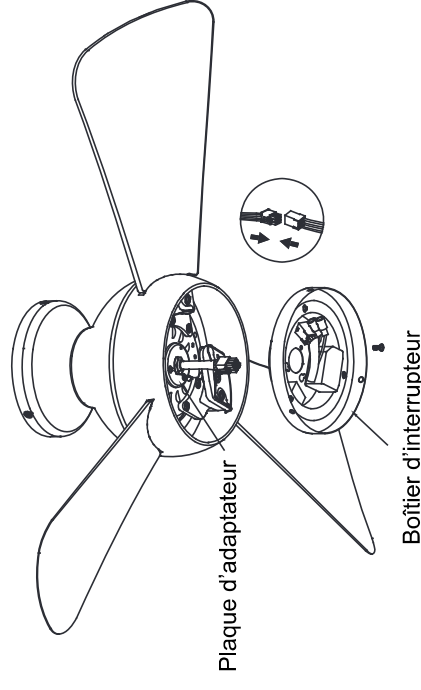

Fig. 13
Étape 3. Retirer une des 3 vis de la plaque d'adaptateur de la partie inférieure du moteur et la conserver pour usage ultérieur. Dévisser légèrement les deux vis qui restent. Placer le connecteur du moteur à travers le trou central du boîtier de l'interrupteur. Mettre en prise le connecteur 9 broches de l'interrupteur et le connecteur du moteur. Les deux connecteurs comportent des orifices en trou de serrure qui doivent être alignés correctement avant de mettre en prise. Faire tourner les orifices en trou de serrure du boîtier d'interrupteur dans le sens des aiguilles d'une montre pour mettre en prise les vis desserrées. Installer la vis retirée auparavant. Fixer solidement le boîtier d'interrupteur à la plaque d'adaptateur en serrant les 3 vis (**Fig. 13**).